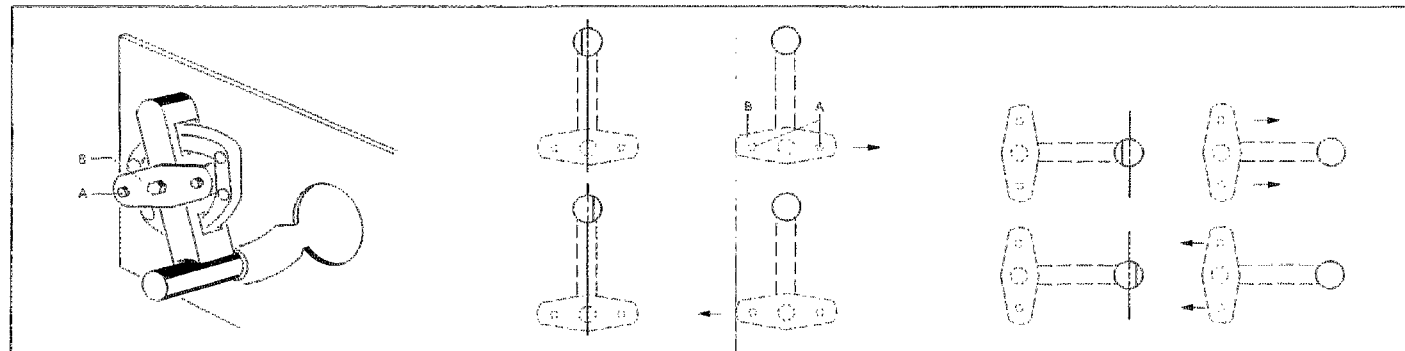

Fig. 4.15
-> Fig. 4.15
- 2 Schrauben [A] lösen bis sich die Lagerplatte [B] verschieben lässt. (Fig. 4.15)
- Die Lage der Lagerplatte gemäss Fig. 4.15 korrigieren.